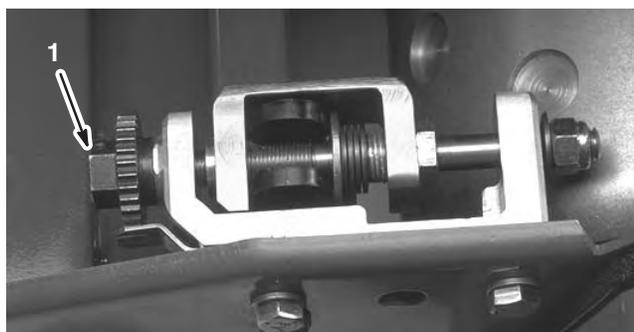

Figure 10
2. Supprimez tout contact avec le cylindre en tournant les vis de réglage de la barre d'appui dans le sens antihoraire (Fig. 10 ou 11).
4. D'un côté de l'avant du cylindre, insérez une longue bande de papier journal entre le cylindre et la contre-lame (Fig. 12). Tournez le cylindre lentement en avant tout en tournant la vis de réglage de la barre d'appui dans le sens horaire (du même côté du cylindre), un cran à la fois, jusqu'à ce que le papier soit légèrement pincé lorsqu'il est inséré par l'avant, parallèlement à la contre-lame et résiste donc légèrement quand vous tirez dessus (Fig. 10 ou 11).